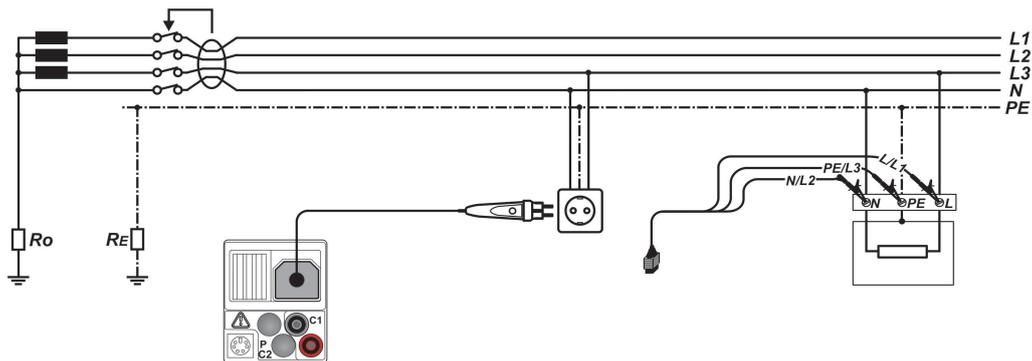

Abbildung 5.17: Anschluss des optionalen Commander-Prüfsteckers (044149) und der 3-Leiter-Prüfleitung
- ❑ Kontaktieren Sie die Prüfleitungen an das Prüfobjekt (siehe Abbildung 5.17).
- Kontaktieren Sie die Prüflleitungen an das Prüfobjekt (siehe Abbildung 5.17).
- Kontaktieren Sie die Prüfleitungen an das Prüfobjekt (siehe Abbildung 5.17).
<ul style="list-style-type: none"> □ Wählen Sie mit dem Funktionswahlschalter die Schaltstellung FI/RCD. □ Stellen Sie die Unterfunktion auf AUTO. □ Stellen Sie die Prüfparameter ein. □ Kontaktieren Sie die Prüflleitungen an das Prüfobjekt (siehe Abbildung 5.17). □ Drücken Sie die Taste TEST, um die Messung zu starten. 	Start der Prüfung